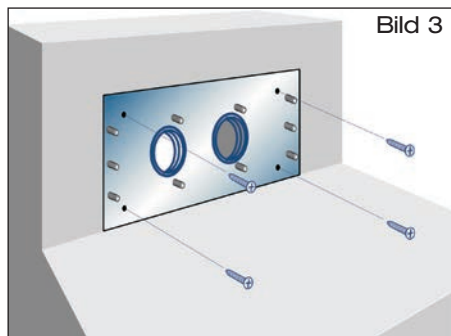

Bild 3
- 1.3 Schiebeflansch mittels Schraubendreher befestigen (Bild 3).